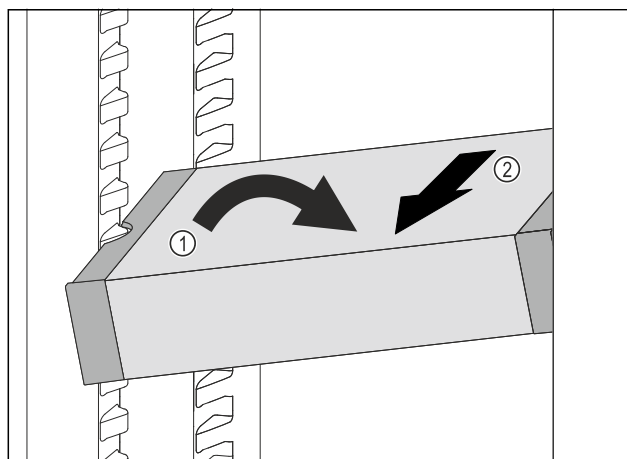

Fig. 103
- ▶ Coloque el VarioSafe en el compartimento del frigorífico en posición oblicua. Fig. 103 (1)
- ▶ Extraiga el VarioSafe hacia delante. Fig. 103 (2)